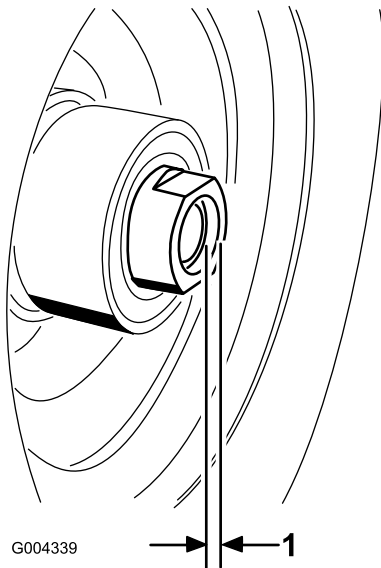

Figure 27
11. Si les deux écrous-entretoises ont été retirés, appliquez du frein-filet sur leur filetage. Vissez les écrous-entretoises sur l'essieu en les faisant dépasser de 3 mm (1/8 pouce) au bout de l'essieu (Figure 27).
16. Serrez l'écrou-entretoise à 8-9 Nm (75-80 po-lb), puis desserrez-le et resserrez-le à 2-3 Nm (20-25 po-lb). Attention à ne pas faire dépasser l'essieu de l'écrou (Figure 27).